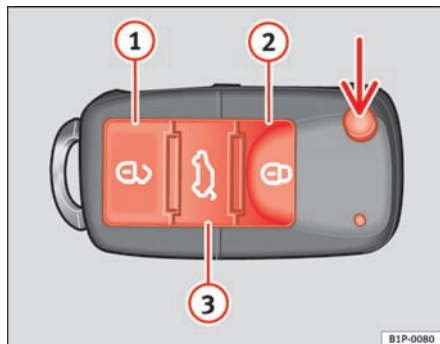

Fig. 64 Knapper på nøglen med fjernbetjening
Når du trykker på knappen  \Rightarrow fig. 64 (pil) på fjernbetjeningen, bliver nøglen klappet ud.
Oplåsning af bilen  \Rightarrow fig. 64 ①
Låsning af bilen  \Rightarrow fig. 64 ②.
Oplåsning af bagklap: Tryk på  \Rightarrow fig. 64 ③, indtil alle bilens indikatorer blinker kortvarigt. Når du trykker på  ③, har du 2 min. til at åbne døren i. Derefter bliver bilen låst igen.
Batteriindikatoren i nøglen \Rightarrow fig. 64 blinker også.
Hvis du trykker på  \Rightarrow fig. 64 ①, låses førerdøren op, men alle andre døre forbliver låste.
Tryk to gange på  \Rightarrow fig. 64 ① for at låse alle dørene op. ▶
- Lås bilen fra låsen i førerdøren med nøglen med fjernbetjening ⇒ side 98, fig. 64.